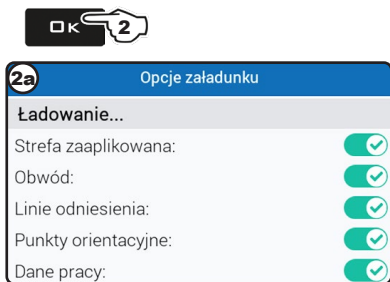

Fig. 314
- 2a Gdy zostanie pobrany „stary” cykl pracy, monitor dostarcza wskazówek odnośnie jazdy wznowiając warunki aktywne w momencie zapisu. Na stronie **Opcje załadunku** (uaktywnionej w par. 6.12.11), można wybrać, które informacje załadować (Fig. 314).